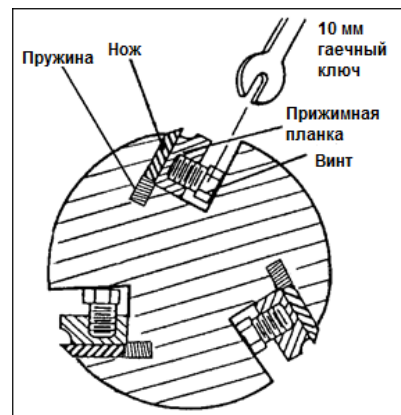

Рис. 13-1
3. Открутите восемь винтов (Рис. 13-1) в прижимных планках с помощью 10 мм гаечного ключа. После ослабления давления прижимов две пружины в ножевом валу вытолкнут нож.
7. Установите новый или переточенный нож в паз, как показано на Рис. 13-1.